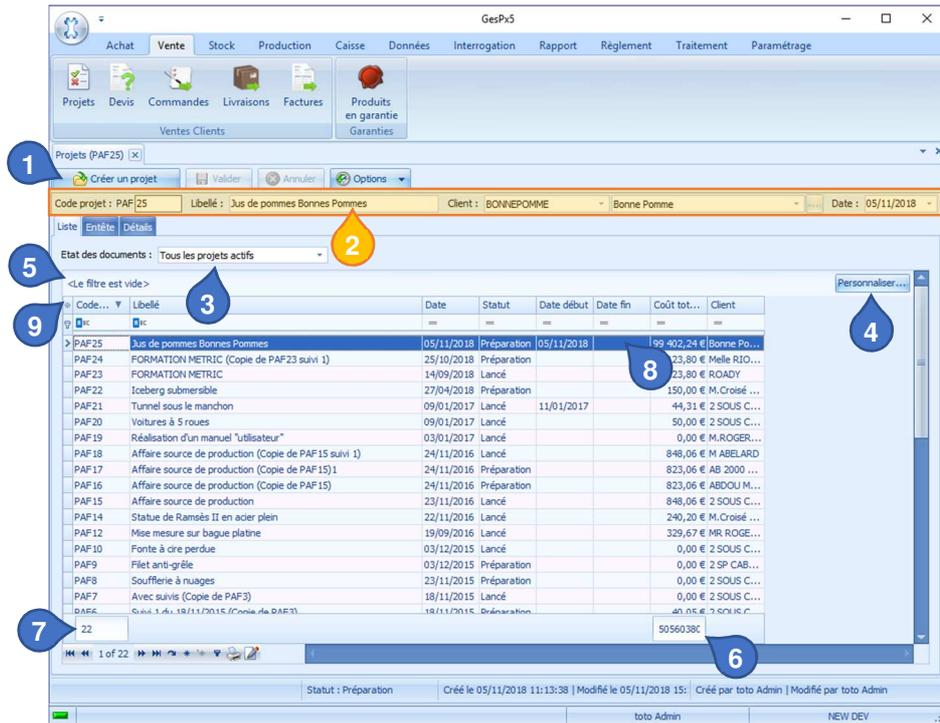

Figure 4 - Liste des projets
1. On clique sur le bouton [créer un projet] (1 - Figure 4).